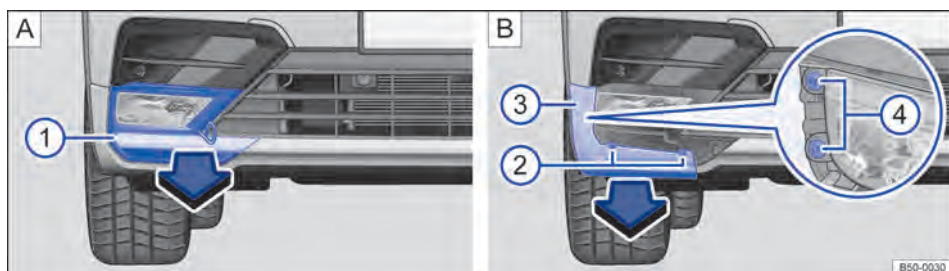

Fig. 215 No para-choque R-Line dianteiro direito: remover farol de neblina.
3. Prender o gancho extrator na abertura da cobertura sob o farol de neblina → Fig. 215 [A]. Remover a cobertura no sentido da seta para frente → Fig. 215 (1) [A].
4. Remover os parafusos de fixação (2) [B] na guarnição (3) [B] com a chave de fenda.
5. Soltar a guarnição (3) [B] e remover no sentido indicado pela seta.
6. Remover os parafusos de fixação no farol de neblina (4) [B] (lupa) com a chave de fenda.